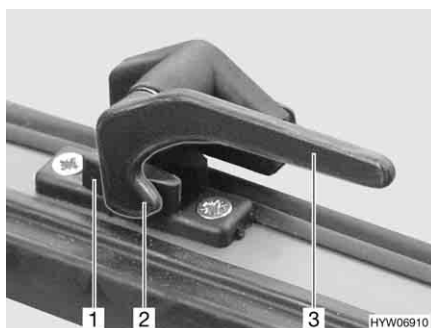

Fig. 33 Leva di serraggio in posizione "Chiuso"
- Ruotare la leva di serraggio (Fig. 33,3) di un quarto di giro verso il centro della finestra.
- Ruotare la leva di serraggio (Fig. 33,3) di un quarto di giro verso il telaio della finestra. Il nasello di chiusura (Fig. 33,2) si trova sul lato interno della chiusura della finestra (Fig. 33,1).
- In posizione "Completamente chiusa" (Fig. 33)